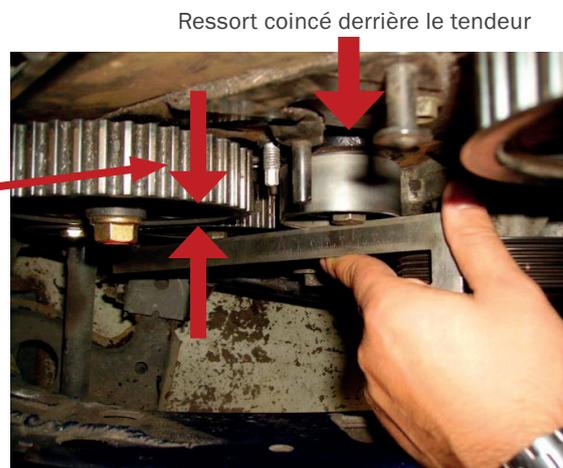

FIG. 6
4. Installer le nouveau tendeur à ressort hélicoïdal (ressort sur le goujon, boulon serré à la main) ; s'assurer que le tendeur repose parfaitement contre le bloc-moteur. Sinon, le ressort pourrait aller se loger entre le tendeur et le bloc-moteur, entraînant un grave désalignement du tendeur (Fig. 6).
3. Installer le nouveau tendeur à ressort hélicoïdal (ressort sur le goujon, boulon serré à la main) ; s'assurer que le tendeur repose parfaitement contre le bloc-moteur. Sinon, le ressort pourrait aller se loger entre le tendeur et le bloc-moteur, entraînant un grave désalignement du tendeur (Fig. 6).